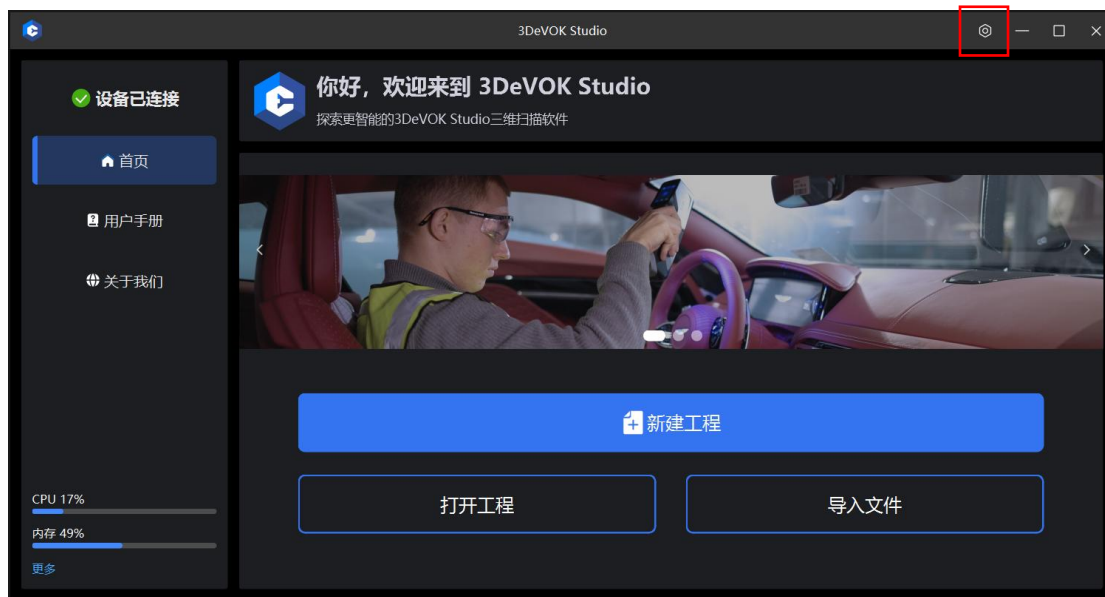

图 5-1 软件主页示意图
- 1、双击打开 3DeVOK Studio 软件进入首页,在首页右上角点击  图标进入配置,如图 5-1 所示。